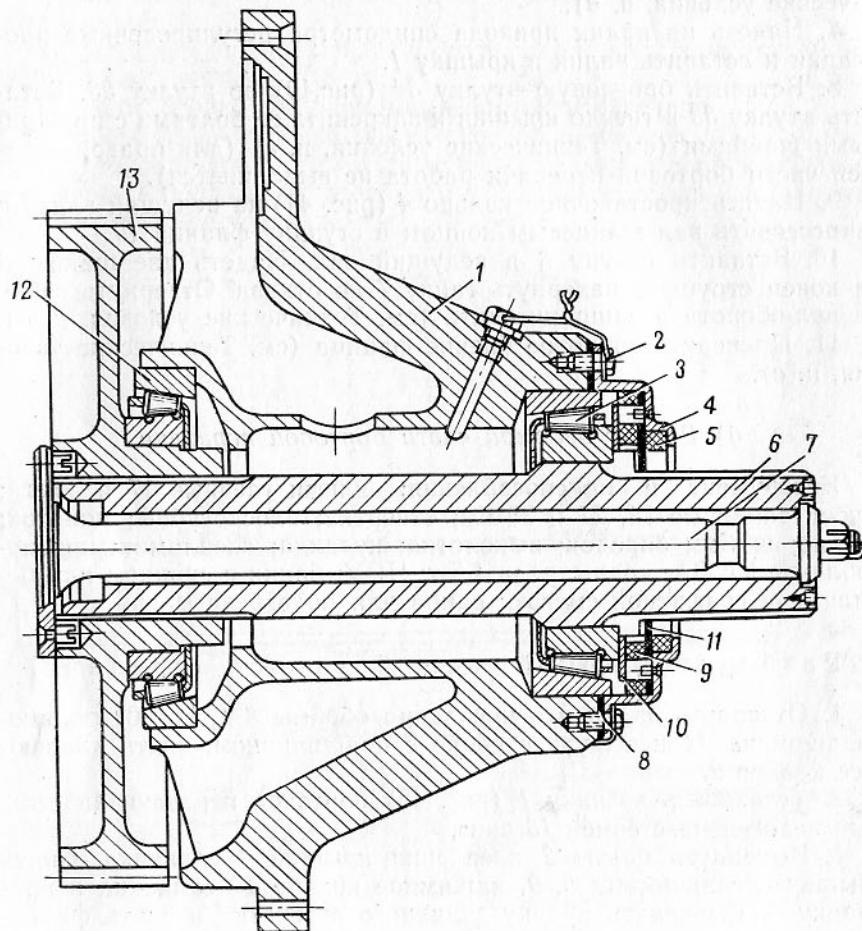
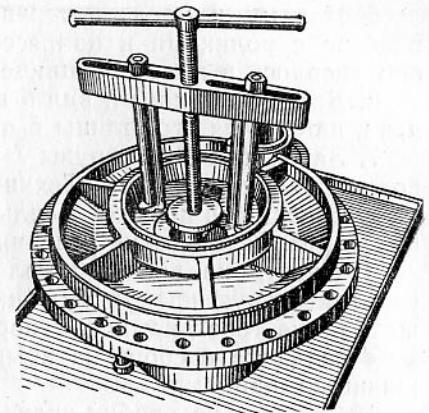

Рис. 43. Ведомая часть бортовой передачи:
Рис. 44. Установка приспособления УК-ЗА для выпрессовки наружных колец роликоподшипников из крышки бортовой передачи
2. Установить крышку 1 (рис. 43) бортовой передачи на стеллаж ведомой шестерней 13 вниз.
9. Установить (рис. 44) приспособление УК-ЗА и выпрессовать наружные кольца роликоподшипников 3, 12 (рис. 43) из крышки 1 бортовой передачи.